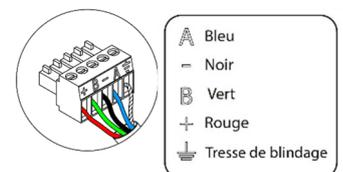

Fig. 41
Pour la connexion au bus de connexion Airzone de la platine centrale (6), vous disposez de 1 borne à 5 broches. Fixez les câbles à l'aide des vis de la borne, en respectant le code couleur (Fig. 41).